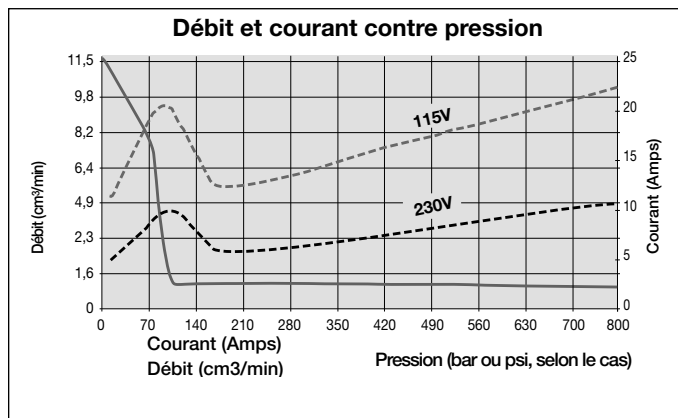

Figure 1, Courbe de débit
3.2 Courbes de débit (Voir figure 1) :
*La consommation de courant réelle dépend de l'application. Voir la figure 1.